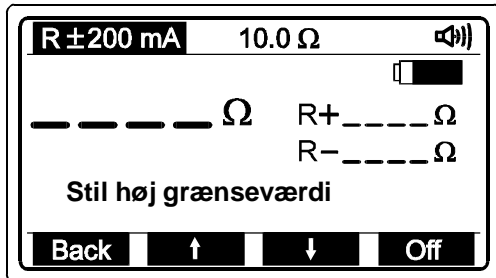

Fig. 9. Eksempel på justering af grænseværdier
- ◆ Tryk på **Hlim** (F2) knap, for at komme til "Stil høj grænseværdi", se fig. 9.